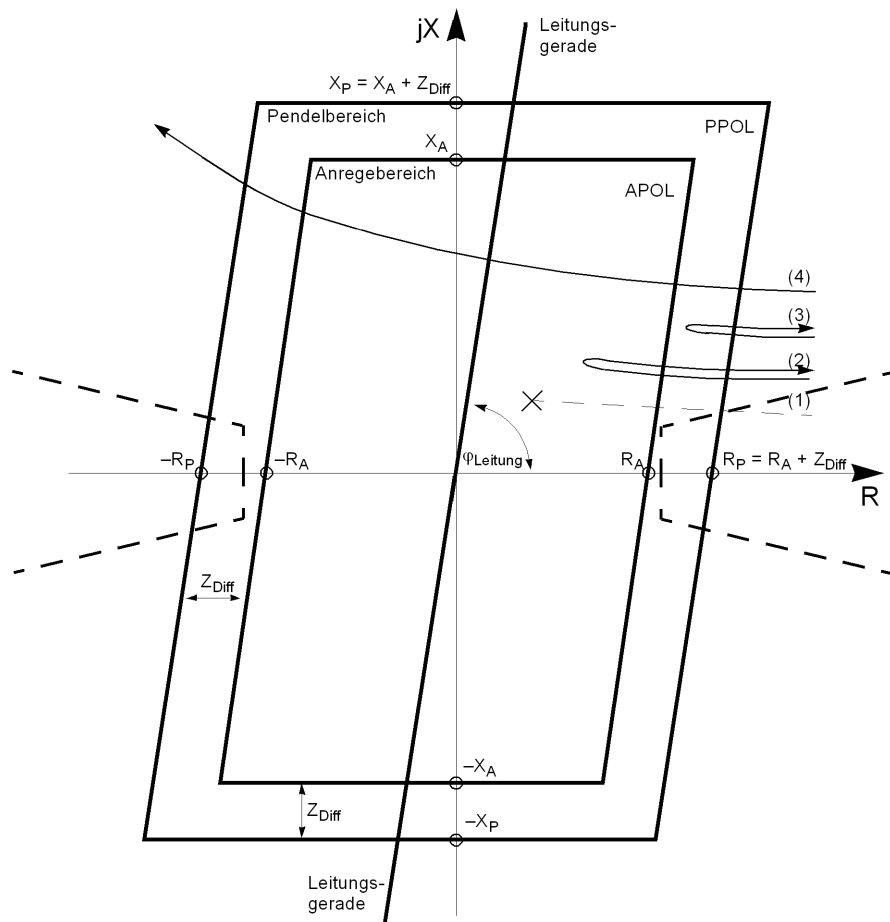

Bild 2-34 Ansprechkennlinie für die Pendelerfassung beim Polygon
Zur Erfassung einer Pendelung wird die Änderungsgeschwindigkeit der Impedanzzeiger gemessen. Die Meldung erfolgt, wenn der Impedanzzeiger in den Pendel-Messbereich PPOL (siehe Bild 2-34) eintritt und die anderen Kriterien der Pendelerkennung erfüllt sind. Der Anregebereich APOL setzt sich aus den größten Einstellwerten für R und X aller wirksamen Zonen zusammen. Der Pendelbereich hat vom Anregebereich einen Mindestabstand  $Z_{Diff}$  von  $5 \Omega$  (bei  $I_N = 1 \text{ A}$ ) bzw.  $1 \Omega$  (bei  $I_N = 5 \text{ A}$ ) in allen Richtungen. Bei einem Kurzschluss (1) geht der Impedanzzeiger schlagartig vom Lastzustand in diesen Anregebereich. Bei einer synchronen Pendelung dagegen tritt der scheinbare Impedanzzeiger zuerst in den Pendelbereich PPOL ein und später in den Anregebereich APOL (2). Es ist auch möglich, dass ein Pendelzeiger in das Gebiet des Pendelbereiches eintritt und ihn wieder verlässt, ohne den Anregebereich zu berühren (3). Durchläuft der Zeiger das durch den Pendelbereich aufgespannte Gebiet, so sind die Teile des Netzes vom Einbauort des Schutzes aus gesehen asynchron geworden (4): Die Übertragung ist instabil.
Wenn die für die Pendelung identifizierten Impedanzzeiger die Pendelcharakteristik PPOL wieder verlassen, wird anhand der R-Komponenten kontrolliert, ob die Zeiger das gleiche Vorzeichen haben wie beim Eintritt in das Anregepolygon. Ist dies der Fall, so neigt der Pendelvorgang dazu, sich zu stabilisieren. Anderenfalls ist der Zeiger durch die Pendelcharakteristik hindurchgelaufen (Verlust des Synchronismus, Fall (4) in Bild 2-34). Eine stabile Leistungsübertragung ist dann nicht mehr möglich. Das Gerät gibt eine entsprechende Meldung ab (FNr 4163 „Pen. instabil“), vorausgesetzt, der Parameter unter Adresse 2006 **PEN-AUSLÖS** ist auf **Nein** eingestellt. Die Meldung FNr 4163 „Pen. instabil“ ist ein Impuls von ca. 50 ms Länge, der auch über Ausgabereleais oder CFC-Verknüpfungen weiter verarbeitet werden kann, z.B. für einen Umlaufzähler oder Impulzzähler.